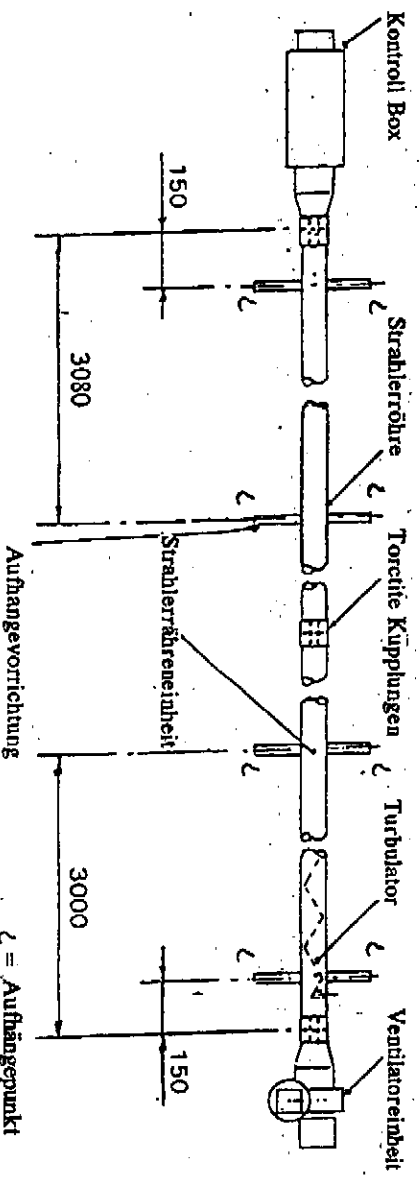

Abb. 18
4.4.2 Platzieren Sie die Strahlerröhre und die Strahlerröhreneinheit (den Turbulator beinhalten) auf Böcke, so daß ein Minimumabstand von 150mm vom Fußboden entsteht, und montieren Sie die vier Aufhängevorrichtungen an die Strahlerröhre und die Strahlerröhreneinheit, unter Gebrauch eines U-Bolzen pro Vorrichtung (aus dem Befestigungspaket). Positionieren Sie die Aufhängevorrichtungen entlang der Strahlerröhre und der Strahlerröhreneinheit wie in der Abb. 18 gezeigt. Die U-Bolzen Müttern ggf. festziehen um die Aufhängevorrichtungen zu halten. Nicht überziehen.
- 4.4.3 Eine Torcite Kupplung über das Ende der Strahlerröhre platzieren (siehe Abb. 18) und sicherstellen, daß sie voll einrastet, bis zum Stopper. Montieren Sie die Kontrollbox an der Strahlerröhre, und stellen Sie sicher, daß sie voll in die Torcite Kupplung einrastet (bis zum Stopper) und daß sie sich vertikal mit dem Türgriff zuoberst (siehe Abb. 6) befindet. Die Muttern der Torcite Kupplung festziehen, um die Kontrollbox an der Strahlerröhre zu befestigen. Achten Sie darauf, die Kontrollbox auf gleicher Linie mit der Achse der Röhre zu stützen.
- 4.4.5 Die beiden Teile des Gerätes sollten jetzt angehoben werden und wie im Abschnitt 3.1 dargelegt an den vorher angebrachten Ketten oder Fallstäben an den in Abb. 18 gezeigten Aufhängepunkten gehängt werden. Seil- oder Gewebeschlingen sollten benutzt werden, wenn man von oben her hochhebt. Beim Gebrauch eines Gabelstaplers, stellen Sie sicher, daß das Gerät vor dem Anheben auf den Gabeln balanciert ist.
- 4.4.6 Platzieren Sie die dritte Torcite Kupplung über das offene Ende einer der Strahlerröhren und stellen Sie dabei sicher, daß sie voll eingerastet ist, bis zum Stopper, mit der Klemme darunter. Montieren Sie die zweite Strahlerröhre in die Torcite Kupplung, stellen Sie dabei sicher, daß sie voll einrastet, bis zum Stopper, so daß die Aufhängevorrichtungen mit denen des ersten Strahlerröhrenteiles in einer Linie sind (siehe Abb. 18). Die Muttern der Torcite Kupplung festziehen um die beiden Strahlerröhrenteile aneinander zu sichern, achten Sie dabei darauf, daß die Röhren in einer geraden Linie bleiben.